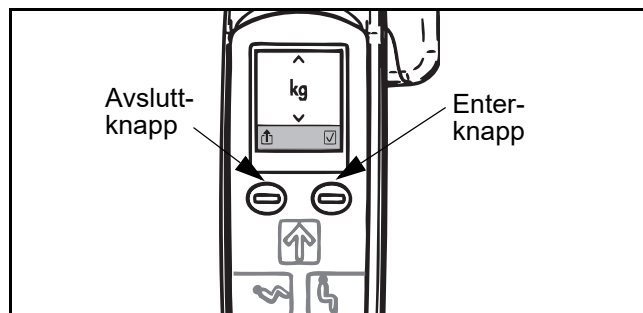

Fig. 72
- 3) Trykk på Enter-knappen for å åpne alternativet måleenheter. Måleenhetene "kg" eller "lb" erstatter vektsymbolet midt på skjermen (se Fig. 72).